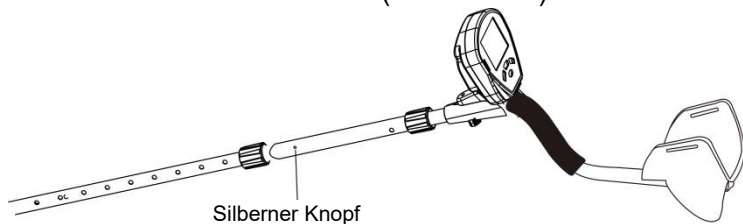

Abb. 4
5. Lösen Sie die Kontermutter am anderen Ende des mittleren Schafts. Drücken Sie den silbernen Knopf am oberen Schaft und führen Sie ihn in das andere Ende des mittleren Schafts ein (siehe Abb.4).